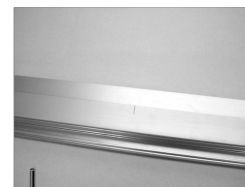

Fig. 1
- A. Tracciare con una matita la mezzeria del serramento sia nella parte mobile che in quella fissa (Fig. 1). In caso di più attuatori sulla stessa finestra tracciare come indicato nel precedente § 10.2.
- A. Tracciare con una matita la mezzeria del serramento sia nella parte mobile che in quella fissa (Fig. 1). In caso di più attuatori nella stessa finestra tracciare come indicato nel precedente § 10.2.